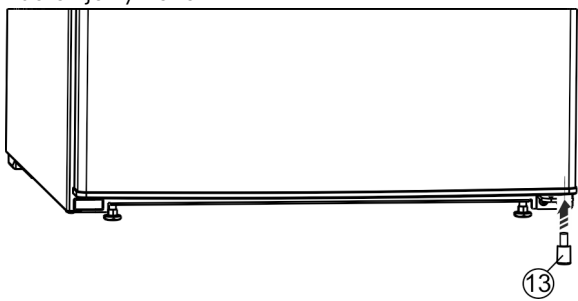

Fig. 27*
- ▶ Distanční vložku Fig. 27 (13) opět vsadte vpravo dole do dveří; je důležitá pro stabilitu přístroje.*